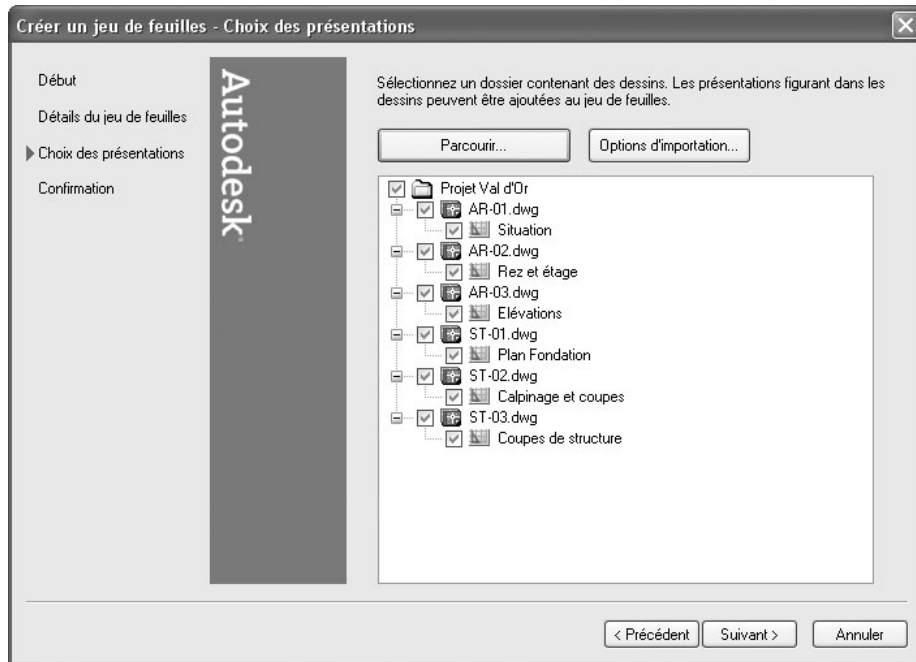

Fig.24.10
- [6] Sélectionner le dossier contenant les dessins à prendre en compte dans le jeu de feuilles. Cliquer sur **Parcourir** (Browse). Après sélection, la liste des fichiers et des présentations s'affiche dans l'assistant (fig.24.10).